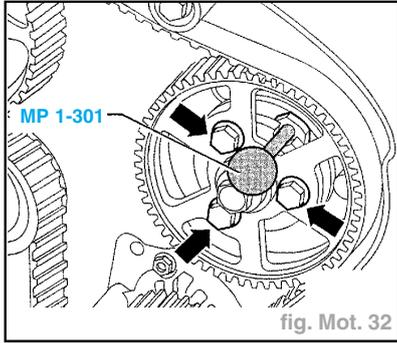

fig. Mot. 32
- Centrer le pignon de la pompe d'injection dans les trous oblongs (flèches) (fig. Mot. 32).